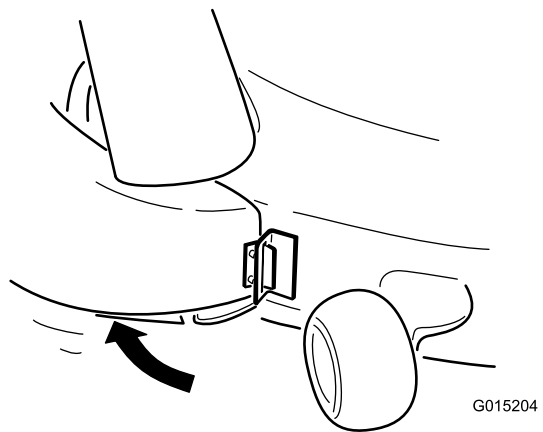
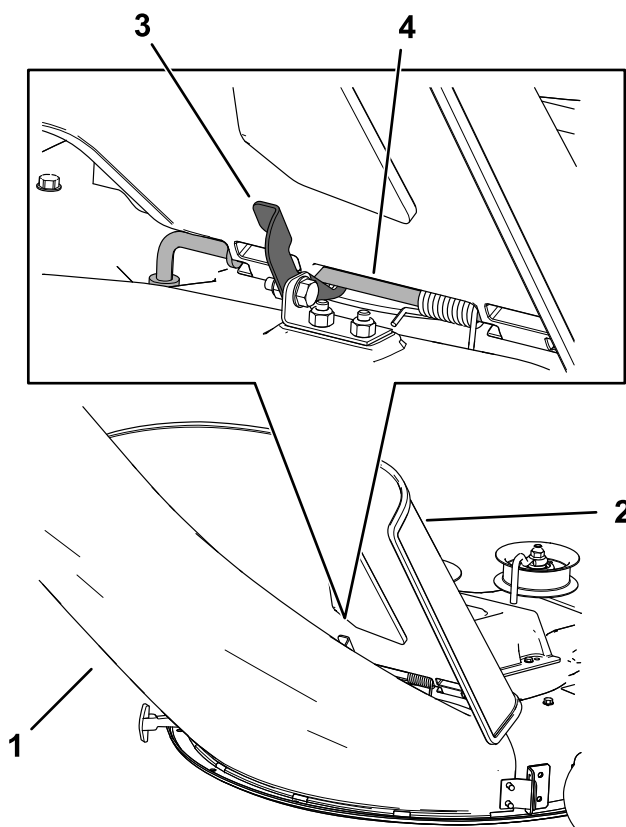

図 15
図 16
4. シュートの上部部分のフック形のラッチを、デフレクタアセンブリのピボットロッドに取り付ける **図 16** と **図 15**。